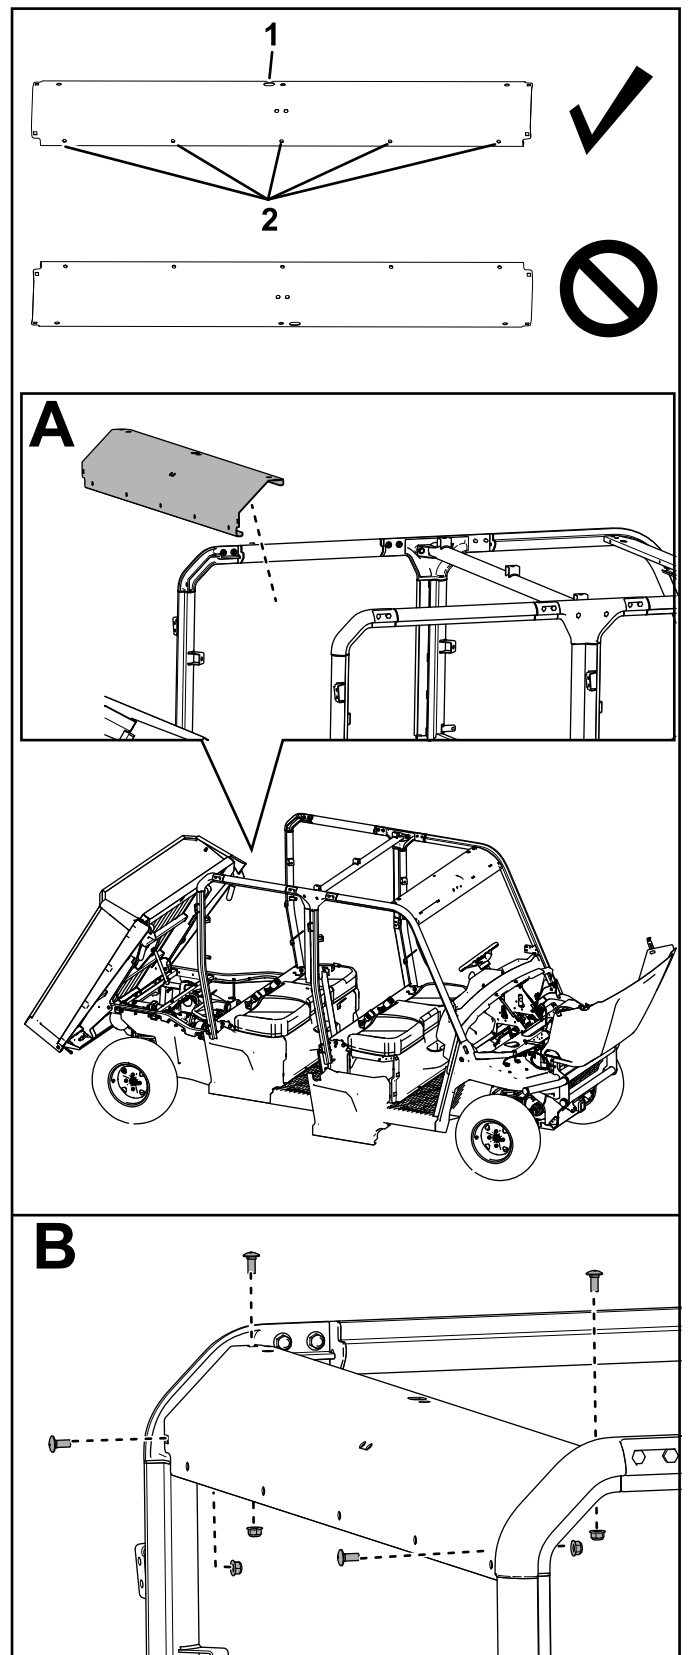

図 44
17. 後 ROPS アセンブリに、後クロスリンクを取り付けるキャリッジボルト5/16 x 3/4"4 本とロックナット5/16"4 個で図 44のように取り付ける。
クロスリンクは図 44のように取り付けること。